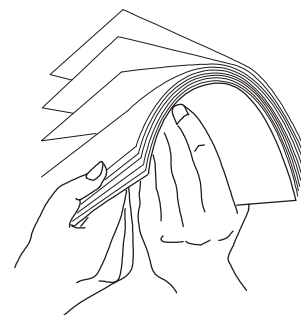

Abb. 25 Papierstapel auffächern
- Papierstapel gut durchfächern (Abb. 25), anschliessend allseitig aufstossen und wieder kantengleich ausrichten.